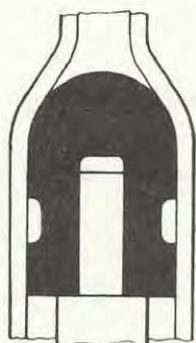

Bild 4
- 3.3 Fetta in spaknederdelens styrtapp och för in den i gummibussningarna. Se till att styrtappen äntrar övre bussningen, bild 4.